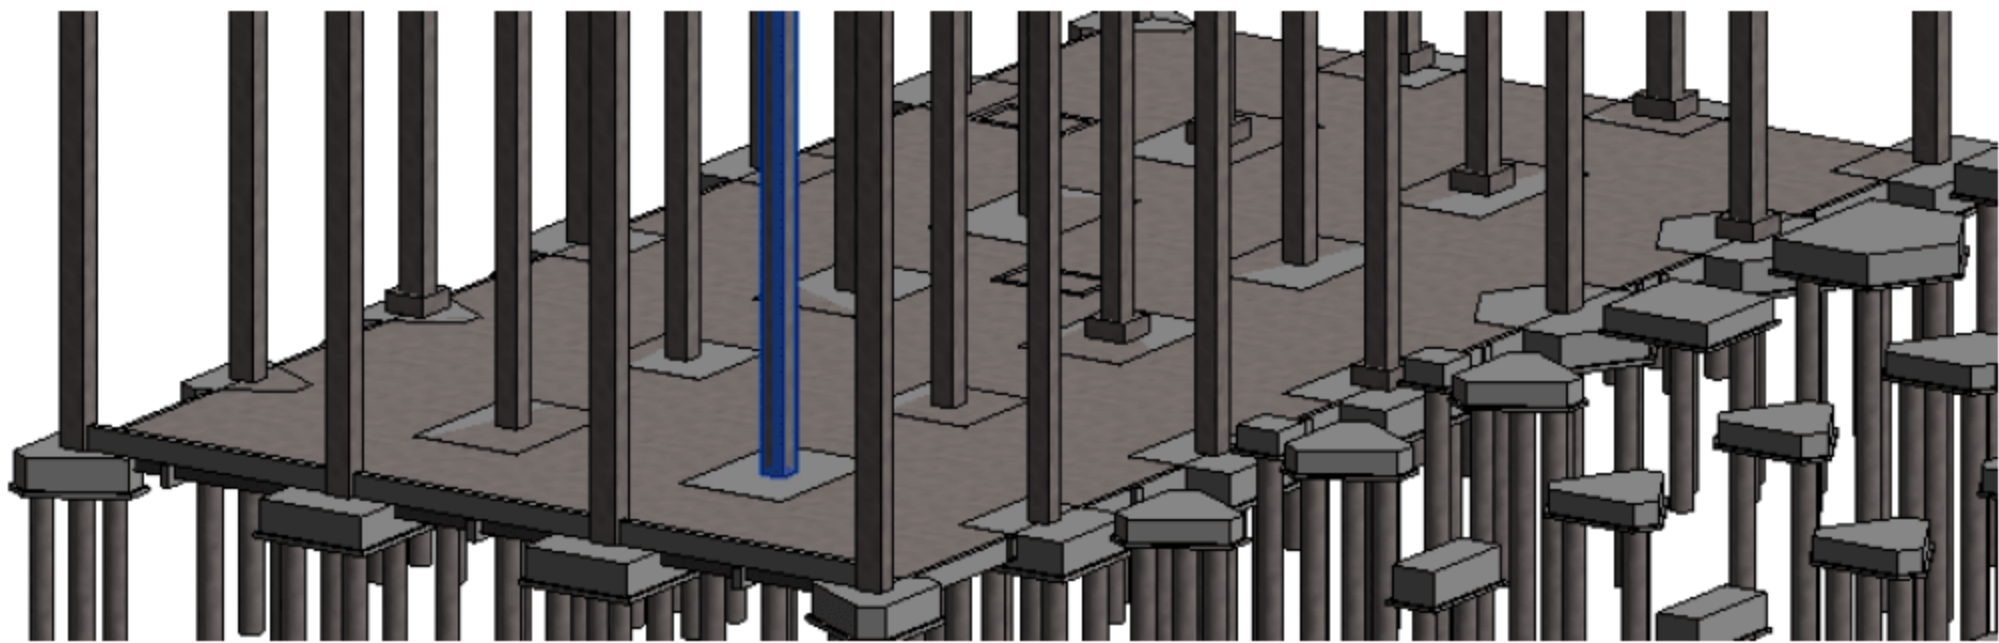

图 3.2.2 确认项目信息
(2) 确认项目信息。选择“视图”→“三维视图”→“默认三维视图”命令，进入如图 3.2.2 所示的三维界面，察看并确认信息。